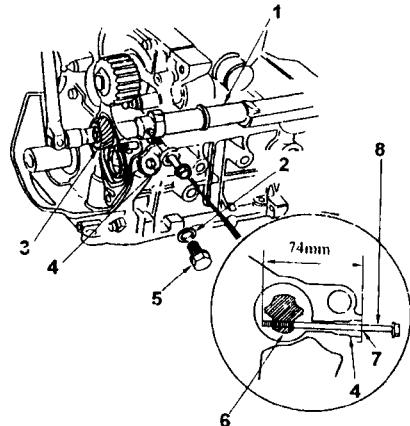

图 2-10 在平衡轴上安装螺栓
②使平衡轴孔对正螺栓孔，然后插进 M6×100 螺栓，固定后平衡轴，如图 2-10 所示。